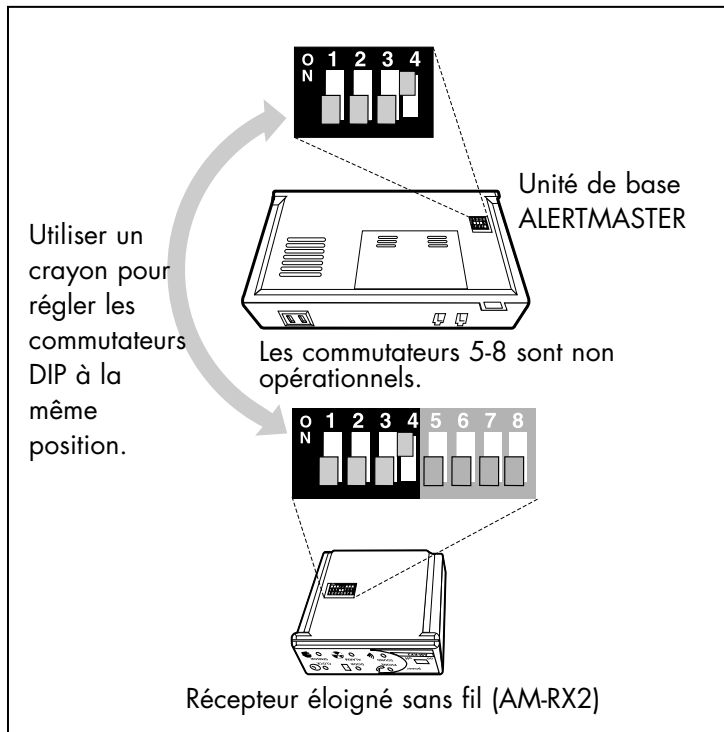

Fig. 3
3. Changer la position du commutateur DIP deux unités en utilisant un crayon. Par exemple, changer la position du commutateur 4 sur les deux unités. Tous les réglages doivent être identiques pour que le système fonctionne. Voir Fig. 3.